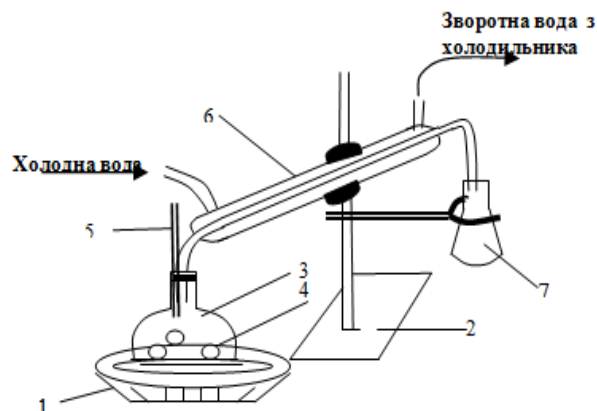

Рисунок 6 – Прилад для перегонки рідин:
1. Зібрати прилад для перегонки рідин (рис. 6).